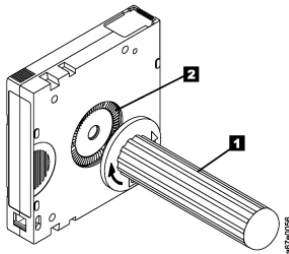

Figura 36. Rebobinado de la cinta en el cartucho
5. Para rebobinar la cinta, inserte la herramienta de rebobinado manual (1 en la Figura 36) en el concentrador del cartucho (2) y gírelo en el sentido de las agujas del reloj hasta que vuelva a estar tirante.